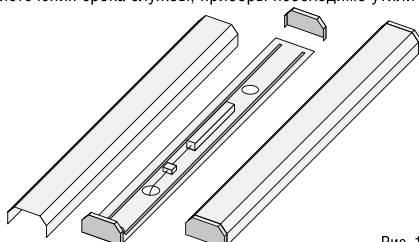

Рис. 1
- Извлечь светильник из упаковки. Снять боковую крышку. Снять рассеиватель, вынуть монтажный набор (Рис.1).
- Закрепить рассеиватель и боковую крышку (Рис.1).